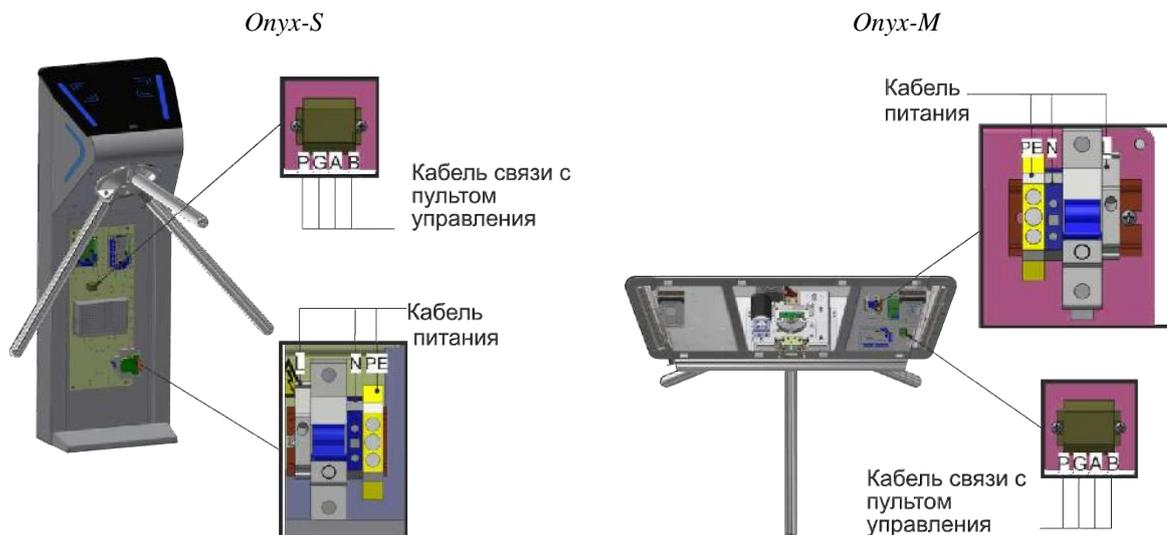

Рис. 17 – Подключение кабеля питания и кабеля связи с пультом управления
- 12) Подключение турникета (Рис. 17):
- Фаза (L) – к защитному автоматическому выключателю;
- Ноль (N) – к клемме ~230 В (N);
- Земля (PE) - к клемме Заземление (PE).